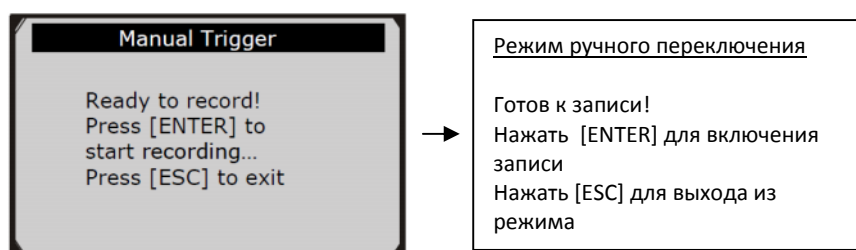

Рис. 5.24
- Если выбран **режим ручного переключения**, отображается следующее сообщение (рис. 5.24).